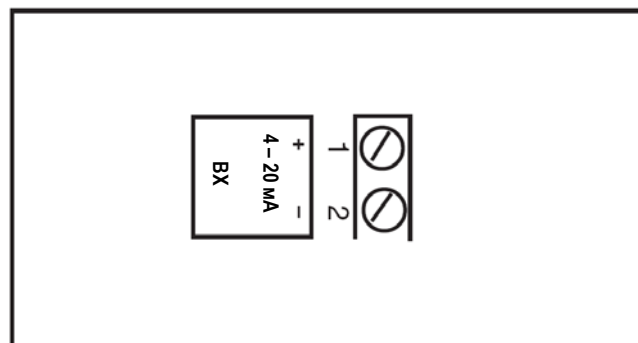

Рисунок 8. Подключение
2. Качество питающего воздуха должно отвечать требованиям стандартов IEC 770 или ISA 7.0.01. Установите коагулирующий воздушный фильтр на входе в позиционер (рис. 8). Подключите воздух к этому фильтру, который подключен к позиционеру **PMV D20**.
5. Подключите линию командного сигнала к выходу позиционера (рис. 8), независимо от вида действия (прямого или обратного).
ПРИМЕЧАНИЕ: Входной токовый сигнал должен подключаться к позиционеру **PMV D20** экранированным кабелем. Экраны заземляются только с одной стороны кабеля для подавления электрических шумов кабеля. Экранирующая проволока должна подключаться у источника (рис. 8).